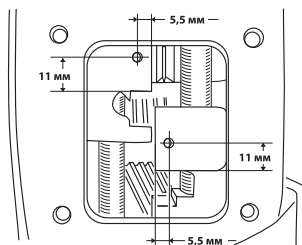

Рис. 11
- б.** в вилках переключения просверлите отверстия согласно **Рис. 11**.